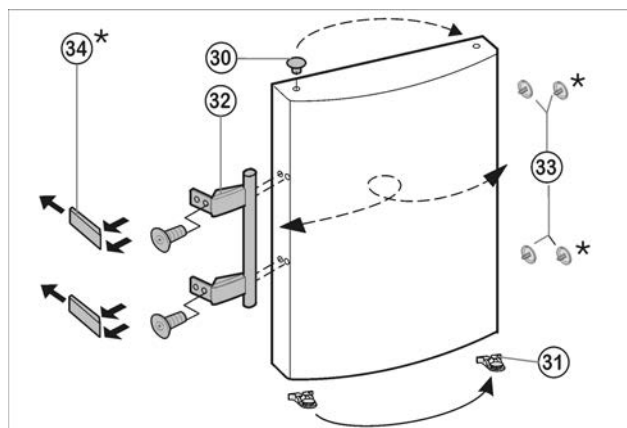

Fig. 9
- ▶ Извлеките пробку Fig. 9 (30) из опорной втулки дверцы и переставьте.
- ▶ Снимите и переставьте на противоположную сторону дверную ручку Fig. 9 (32), пробку Fig. 9 (33) и прижимные пластины* Fig. 9 (34).